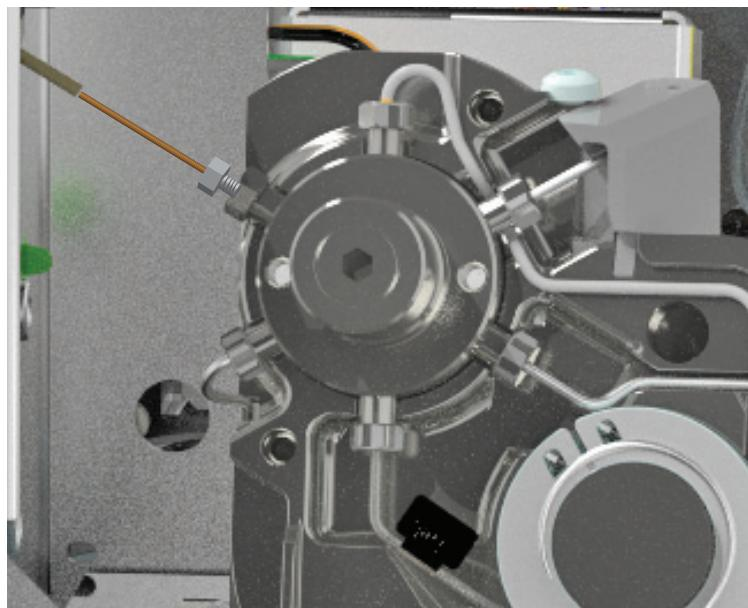

Figure 7. Réducteur interne de 3/16 de pouce avec le capot de la vanne retiré.
- 7 Desserrez l'écrou de 3/16 de pouce à l'intérieur du réducteur interne (**Figure 7**). (Stabilisez le raccord de vanne en utilisant une clé plate de 1/4 de pouce.)